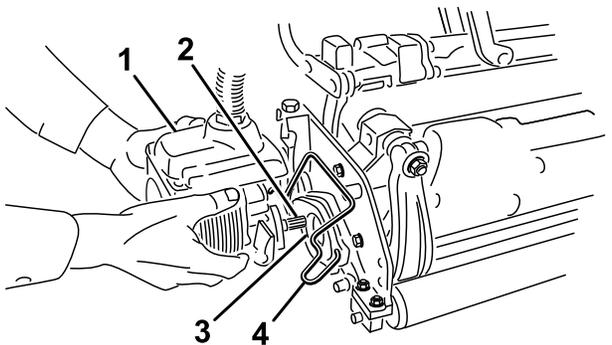

图38
6. 在滚刀组马达的花键轴上涂抹干净的润滑脂（图38）。
7. 将马达插入滚刀组左侧（从操作员的位置看），并将滚刀组上的马达固定架拉向马达，直到听见马达两侧发出“咔哒”的声音（图38）。